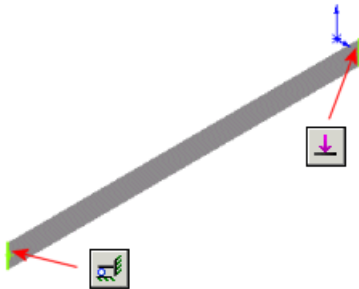

Рисунок 6.4 – Визначення кріплення та зусиль
Застосуємо кріплення до одній кромці моделі, а силу до іншої кромки (рис. 6.4).
- У графічній області виберіть ліву кромку моделі, як показано на рис. 6.4. «Кромка < 1 >» з'явиться у вікні «Грани, Кромки, Вершины для кріплення».
- Виберіть вікно «Грани, Кромки, Вершины, Справочные точки для силы», потім виберіть праву крайку моделі в графічній області (рис. 6.4).